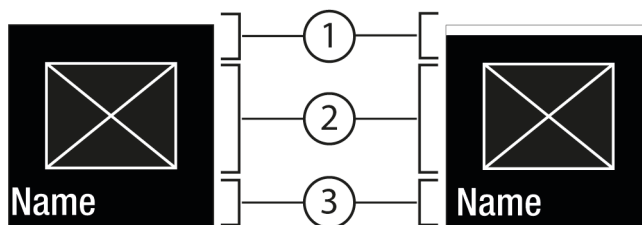
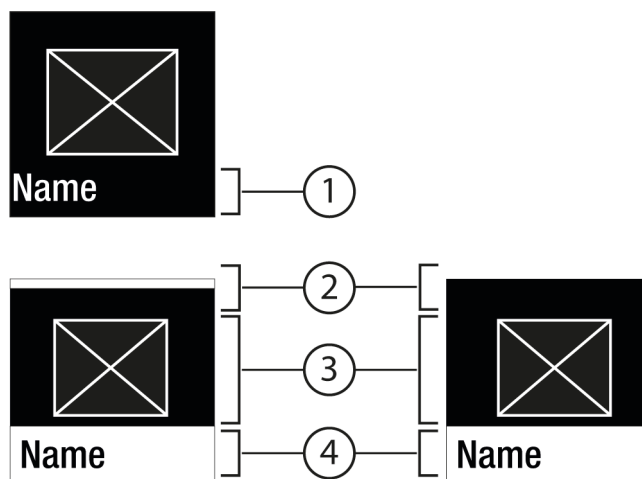

Fig. 6
Fig. 7
- S tipko za potrditev Fig. 5 (2) priključete podmeni Fig. 7 (4).
- Nastavitev nove vrednosti: S tipko za potrditev *Fig. 5 (2)* izberite deaktivirano vrednost *Fig. 6 (1)*.
- Nazaj v meni: S tipko za potrditev *Fig. 5 (2)* izberite že aktivirano vrednost *Fig. 6 (2)*.
- ▷ Stanje: aktivirano *Fig. 6 (1)* se na kratko pokaže v podmeniju *Fig. 7 (4)*.